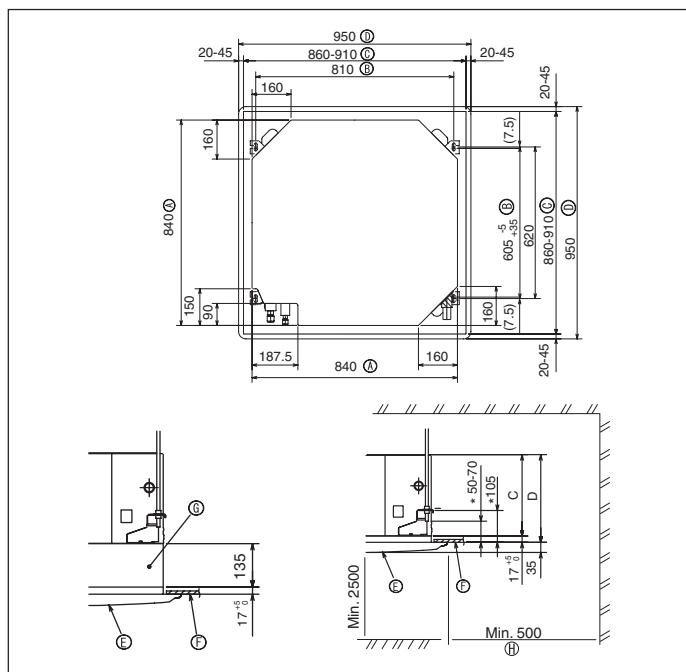

Fig. 3-2
3.2. Plafondopeningen en posities voor installatie van de ophangbouten (Fig. 3-2)
* De afmetingen van de plafondopeningen kunnen aangepast worden binnen de begrenzingen zoals afgebeeld in Fig. 3-2; u moet dus het apparaat tegen de plafondopening centreren, waarbij u ervoor moet zorgen dat de respectieve tegengestelde zijden aan alle kanten van de opening hetzelfde zijn.